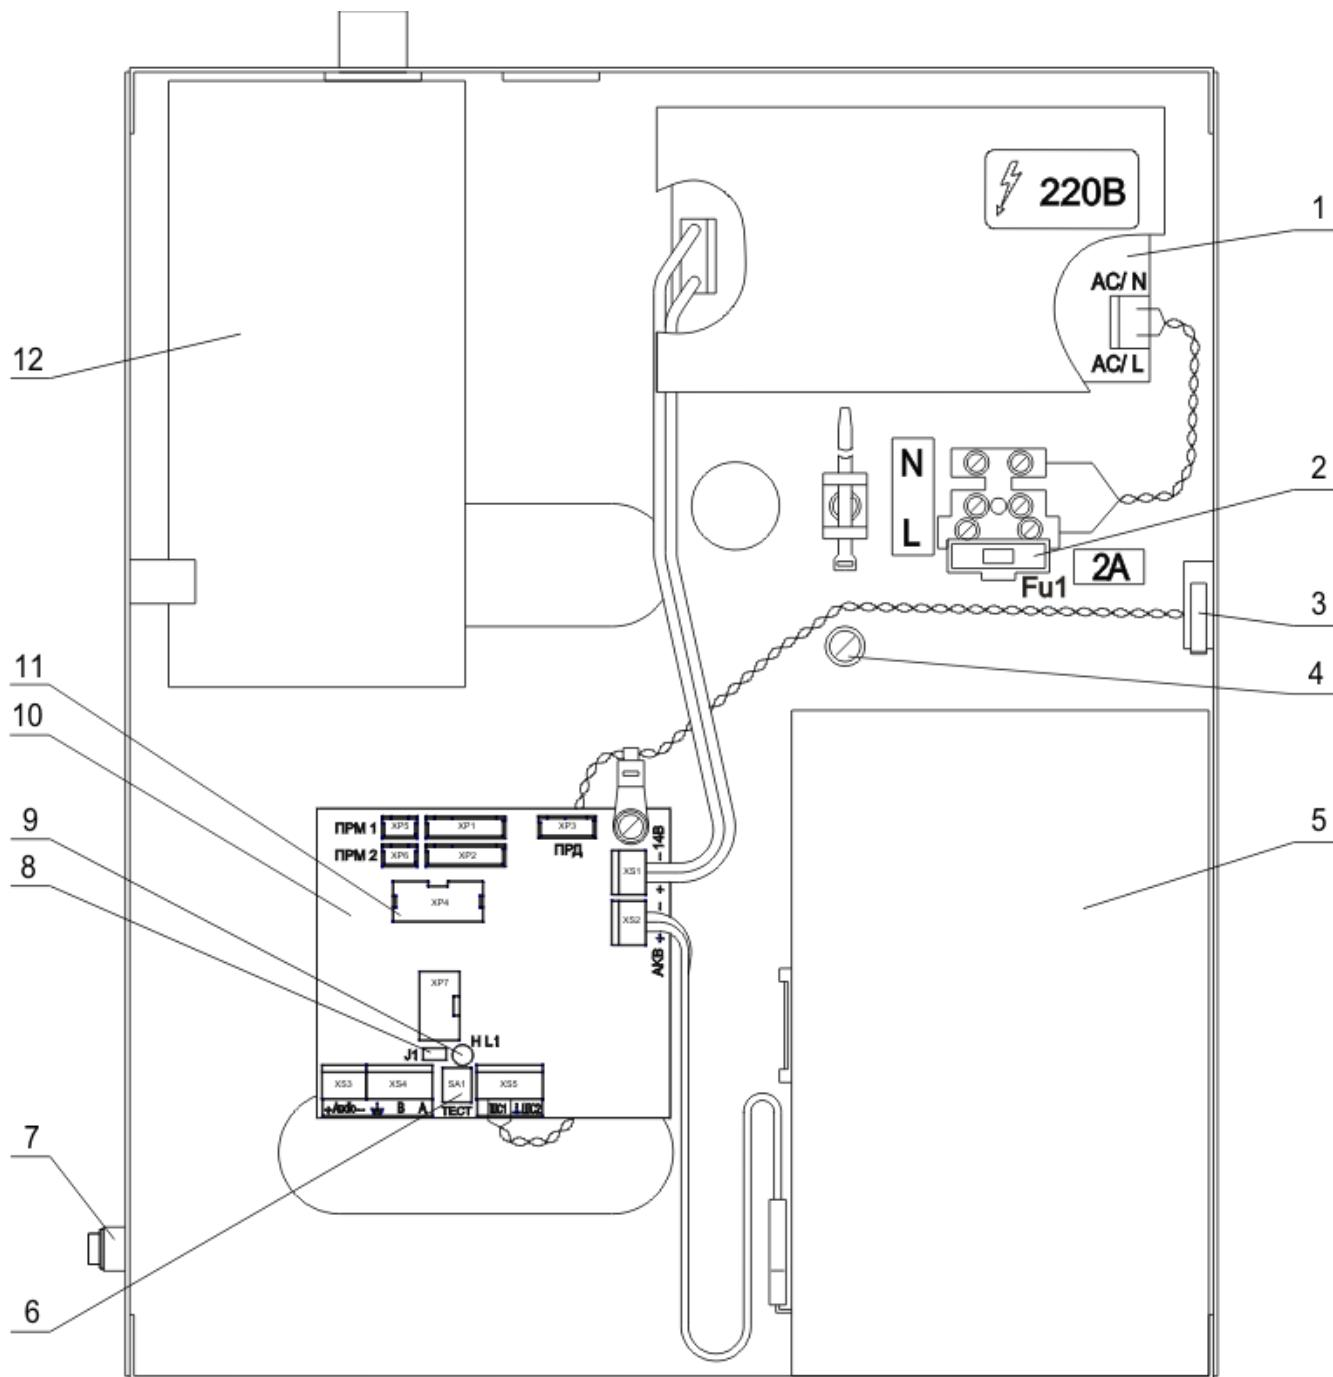

Рисунок 2
1.4.1.3 В корпусе (рисунок 2) установлены: импульсный источник питания (1), клеммная колодка с предохранителем (2) для подключения сетевого кабеля, АКБ (5), печатный узел контроллера (10), датчик вскрытия корпуса (3), приемник (12).
Заземлить БВР, используя клемму заземления на корпусе и гибкий медный провод сечением не менее 2,5 мм². Допускается использовать для заземления среднюю жилу трехжильного сетевого кабеля при условии подключения к сетевой розетке, имеющей средний заземленный контакт ("евророзетка"). При этом средняя жила кабеля должна быть подсоединенена в блоке к клемме заземления (поз. 4 рис. 2).